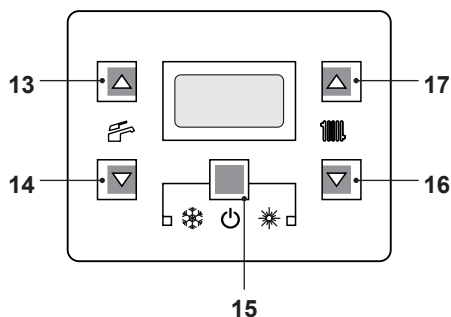
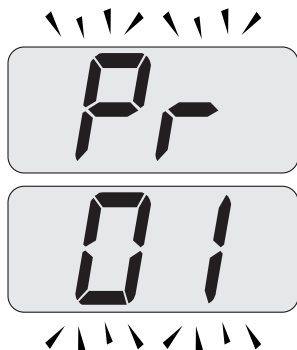
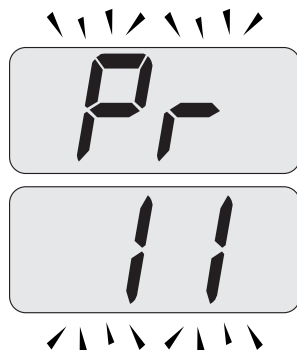
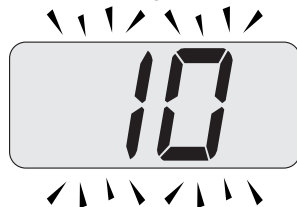

Figura 5.37
Figura 5.38
Figura 5.39
Figura 5.40
premendo contemporaneamente per 10 secondi i tasti 15 - 16 - 17 (Figura 5.37) fino a far apparire sul display LCD le lettere **Pr** che si alternano con il codice **01**, indicanti l'entrata nel "parametro 01" (Figura 5.38).
- Scorrere i vari parametri utilizzando i tasti 16 o 17 fino a far apparire sul display LCD le lettere **Pr** che si alternano con il codice **11**, indicanti l'entrata nel "parametro 11" (Figura 5.39).
- Premere contemporaneamente i tasti 15 e 17 (Figura 5.37) fino a far apparire sul display LCD il valore del parametro 11 (10=60 secondi) (Figura 5.40).
- Premendo il tasto 15 (Figura 5.37) si ottiene la conferma del valore inserito.
- Premendo contemporaneamente i tasti 15 e 16 (Figura 5.37) si esce senza modificare il valore (ritorno alla lista parametri Figura 5.39)
- Premendo contemporaneamente per 10 secondi i tasti 15 - 16 - 17 (Figura 5.37) si esce dalla "modalità programmazione".